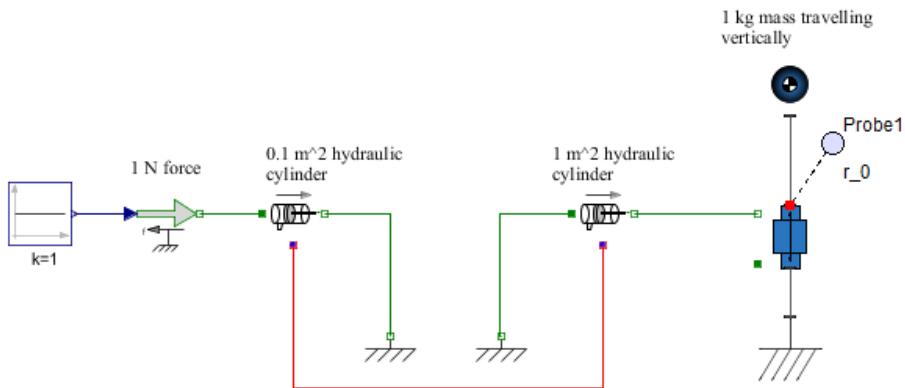

図6.23 パスカルの原理の例
**図6.23 「パスカルの原理の例」** のモデルは、パスカルの原理の簡単な例を示しています。1 N の力 ( $0.1 \text{ m}^2$  の油圧シリンダに作用) は、油圧を  $1 \text{ m}^2$  の油圧シリンダに伝達し、1kg の重さを垂直に持ち上げます。通常は、9.81 N の力は1kg の力の高さを維持しますが、この簡単な油圧システムでは、10 倍または  $\frac{1 \text{ m}^2}{0.1 \text{ m}^2}$  の係数で荷重 1 N の大きさを増やしています。